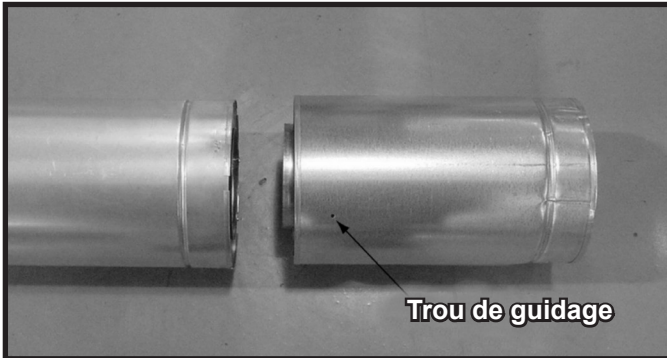

Figure 7.5 Trous de guidage de la section coulissante
- Glissez le col intérieur de la section coulissante dans la section intérieure du tuyau et la conduite extérieure de la section coulissante par dessus la section extérieure du tuyau. Voir la figure 7.5.